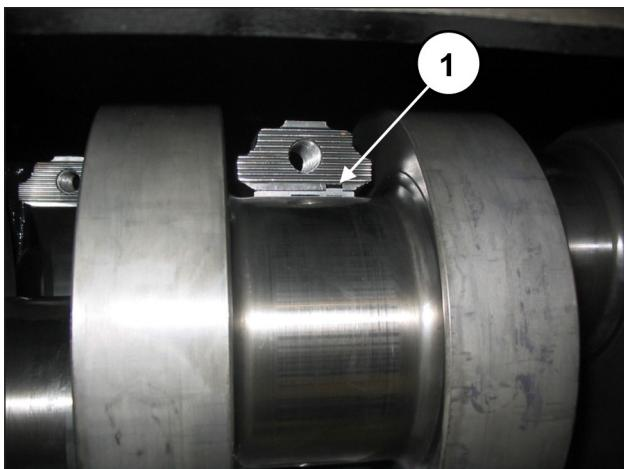

Fig. 57
Per un corretto montaggio dei semicuscini assicurarsi che la linguetta di riferimento dei semicuscini venga posizionata nell'apposito alloggiamento sulla semibiella (pos. ①, Fig. 57).